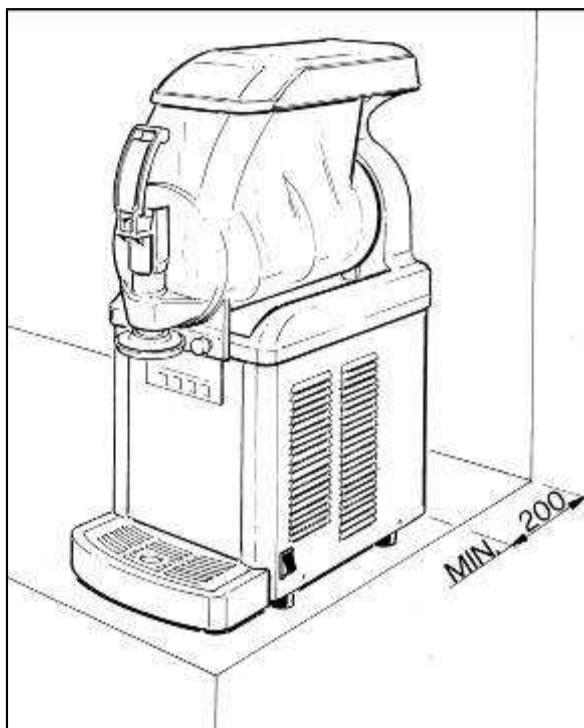

Рис. 2
- Поставить аппарат на прочную горизонтальную поверхность таким образом, чтобы к корпусу аппарата свободно поступал воздух (по крайней мере 20 см свободного пространства, Рис.2). Устанавливать аппарат в сухом помещении, вдали от источников тепла. Рекомендуемая окружающая температура для эксплуатации аппарата от 24 до 32°C.